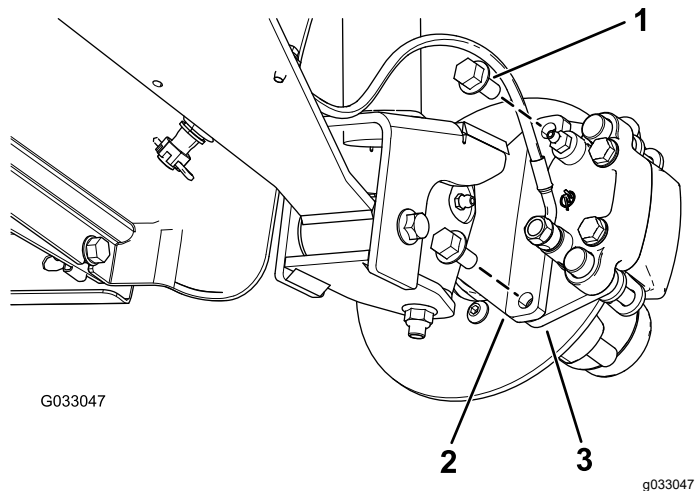
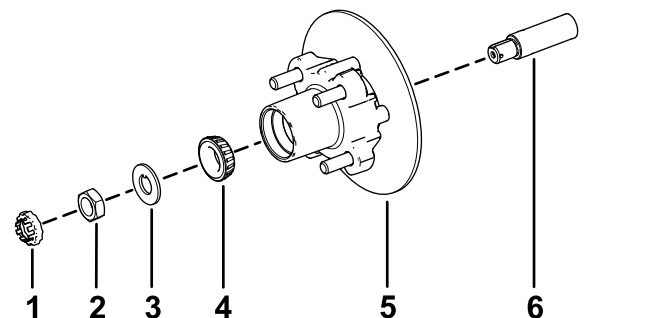

图 29
图 33
3. 卸下将制动器总成支架固定到主轴的凸缘头螺栓 $\frac{3}{8} \times \frac{3}{4}$ 英寸将制动器与主轴分开图 29。
1. 在主轴上涂上薄薄一层指定润滑脂图 33。
2. 将轮毂和转子组装到带内转子的主轴上 图 33。
3. 将外置轴承组装到主轴上并将轴承放置到外置座圈内 图 33。
4. 将止动垫圈组装到主轴上 图 33。
5. 将主轴螺母拧到主轴上上紧螺母扭矩至 15N·m 同时旋转轮毂将轴承调整到位 图 33。
2. 将刹车踏板与转子的任意一侧对齐 图 29 将制动盘托盘中的孔与主轴机架的制动器安装架中的孔对齐 图 33。
3. 用 2 个凸缘头螺栓 $\frac{3}{8} \times \frac{3}{4}$ 英寸将卡钳支架固定到主轴机架上 图 29。